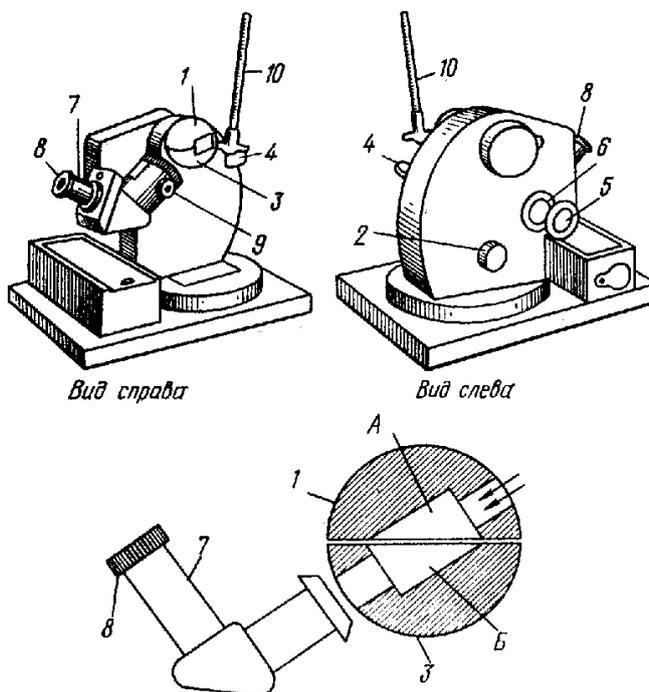

Рис. 7. Рефрактометр ИРФ-22
1. Открыть верхнее полушарие 1 измерительной головки (рис. 7).